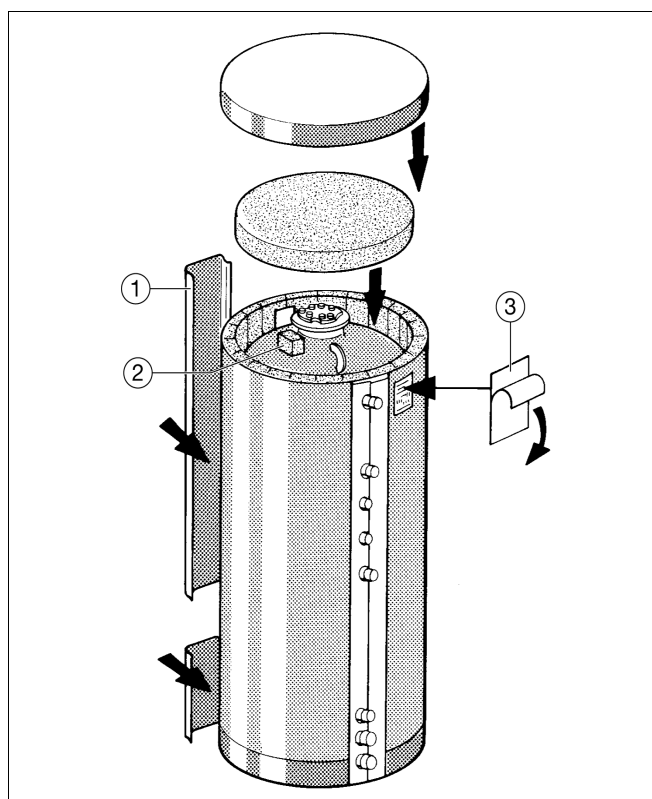

Fig. 8 Schéma de principe
- Poser le bouchon d'isolation thermique rectangulaire par l'intérieur dans la découpe (fig. 8).
- Poser la plaque isolante supérieure sur le couvercle de manière à ce qu'elle soit parfaitement alignée avec le matelas isolant (fig. 8).
- Recouvrir la plaque isolante et le bord du matelas isolant avec le capot du préparateur (en plastique) (fig. 8).
- Monter la baguette de recouvrement sur la baguette de fermeture du matelas isolant (fig. 8).
- Retirer le film de protection de la partie arrière de la plaque et coller la plaque en haut à droite à côté de la buse « AB » (fig. 8).
- Poser les plaque isolantes supérieures (fig. 8).
- Recouvrir la plaque isolante et le bord du matelas isolant avec le capot du préparateur (plastique) (fig. 8).